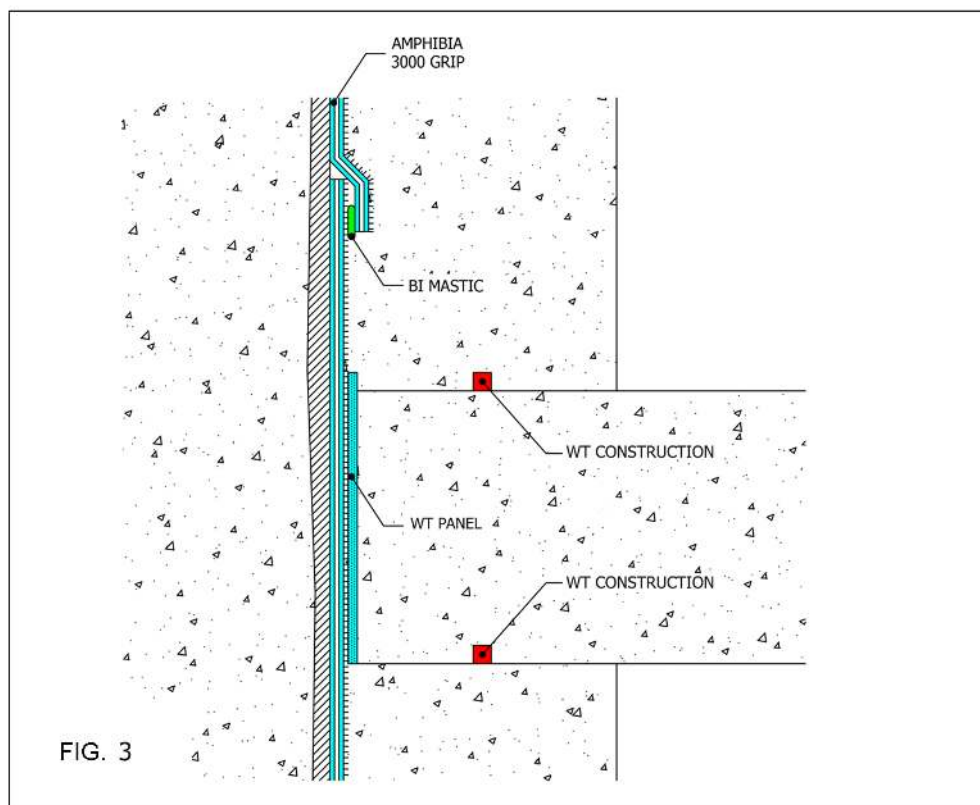
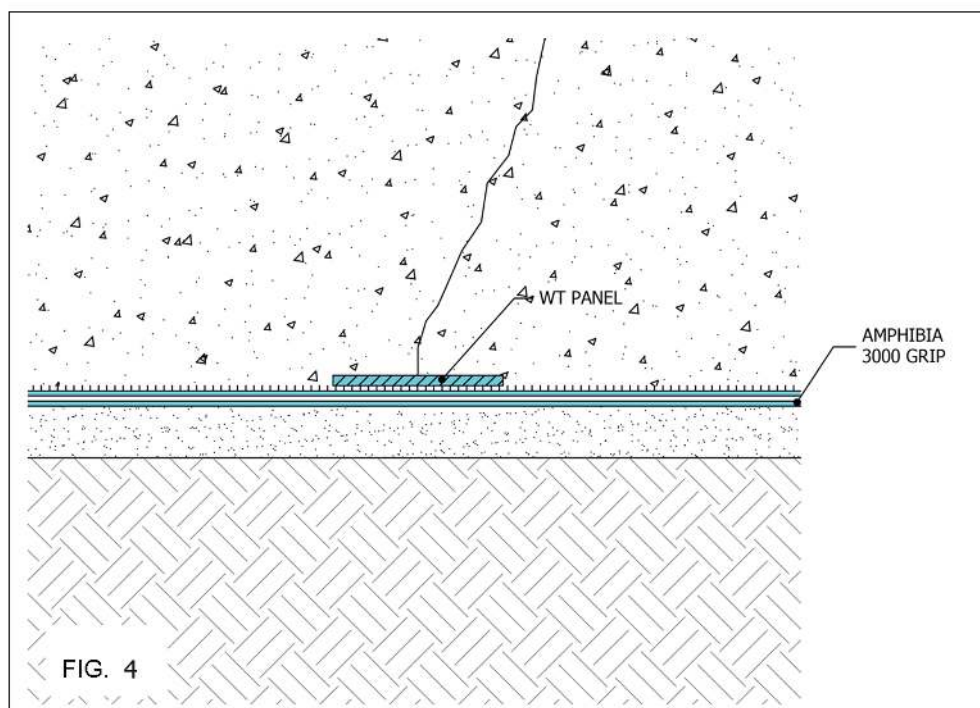

FIG. 3
FIG. 4
**Montimi në kokën e pllakave prej betoni të armuar afër punimeve të përkohshme (shih detajet në FIG. 3) ose në ekstradot e nyjeve horizontale ose vertikale të derdhjeve të betonit (shih detajet FIG. 4 e 5)**